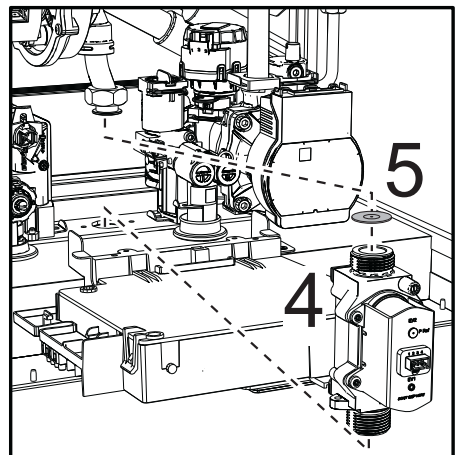

fig. 45
- Extraiga la válvula de gas "4" y el diafragma de gas "5" (fig. 45).